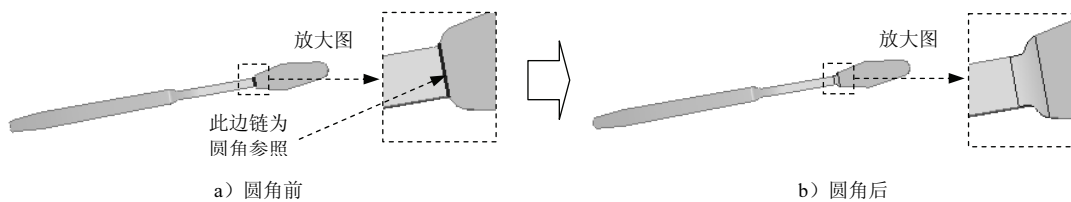

图 6.2.15 边倒圆特征 4
Step13. 创建边倒圆特征 4。选择图 6.2.15 所示的边链为边倒圆参照，并在半径 1 文本框中输入值 20。单击 **<确定>** 按钮，完成边倒圆特征 4 的创建。